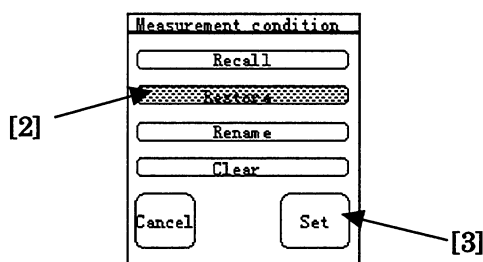

図 6.3-2 項目選択ウインドウ
3. 項目選択ウインドウが開きます。"Restore"ボタン(図 6.3-2,[2])を押した後, "Set"ボタン(図 6.3-2,[3])を押します。